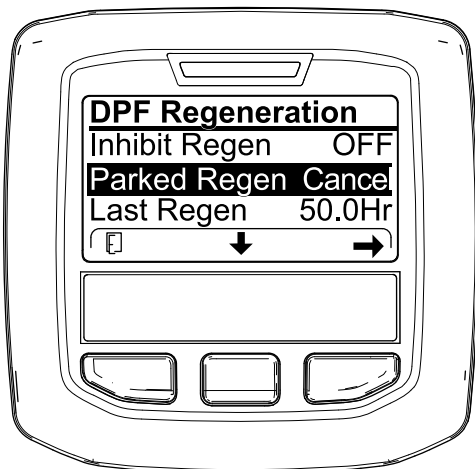
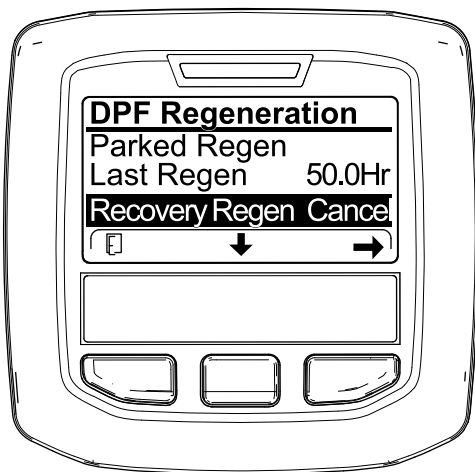

Figura 69
Figura 70
1. Acesse ao menu Regeneração do filtro de partículas de gásóleo (Figura 69).
2. Prima o botão central para ir até à opção CANCELAR REGENERAÇÃO EM ESTACIONAMENTO (Figura 69) ou CANCELAR REGENERAÇÃO DE RECUPERAÇÃO (Figura 70).
3. Pressione o botão direito para seleccionar a entrada Cancelar regeneração (Figura 69 ou Figura 70).